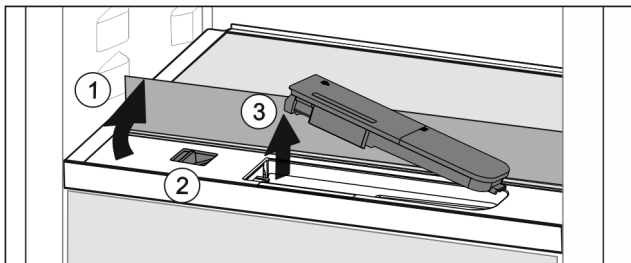

Fig. 127
- ▶ 抬起玻璃隔板，将其向后翻转至止挡 Fig. 127 (1)。
- ▶ 向左推滑块 Fig. 127 (2)。
- ▶ 取出水箱 Fig. 127 (3)。